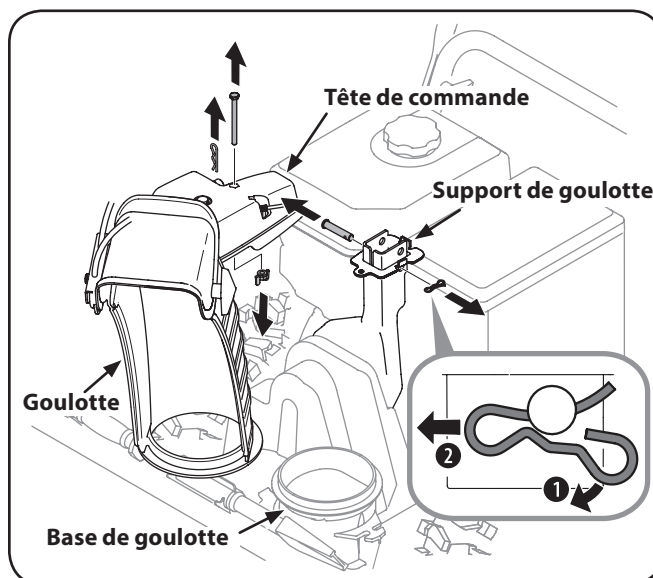

Figure 3-3
1. Retirez la goupille fendue, l'écrou papillon et le boulon situés sur la tête de commande de la goulotte ainsi que l'axe de chape et la goupille fendue situés sur le support de la goulotte. Voir Figure 3-3.
8. Fixez la tête de commande de la goulotte au support de la goulotte en insérant l'écrou papillon et la goupille fendue retirés à l'étape 1. Voir Figure 3-3.